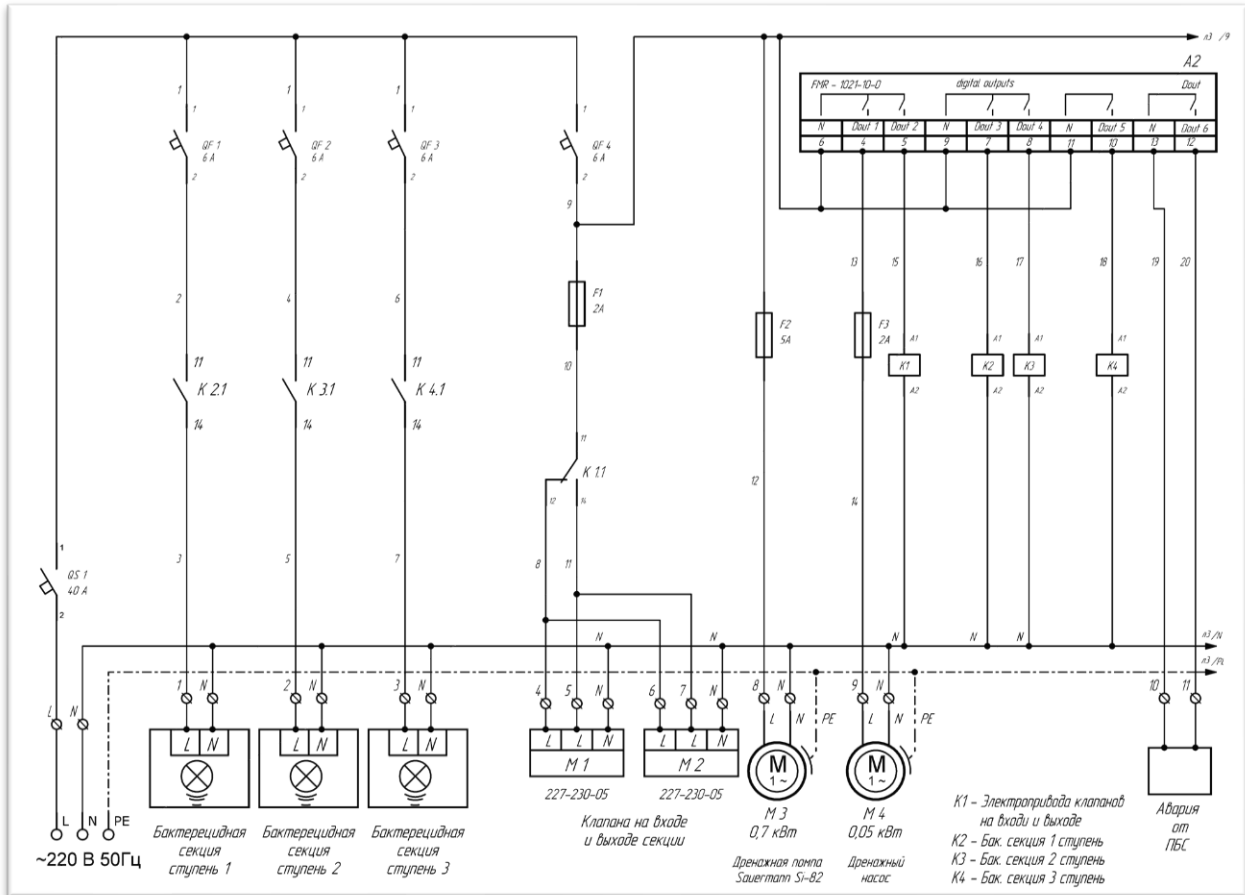

Рис.7 Однофазное подключение бактерицидных ламп
- 7.2.3. Электроподключение бактерицидных ламп производится группами по 10 шт. Если общее количество ламп 10 штук или менее, то они коммутируются все параллельно в 1 группу согласно электрической схеме коммутации (рис.7).